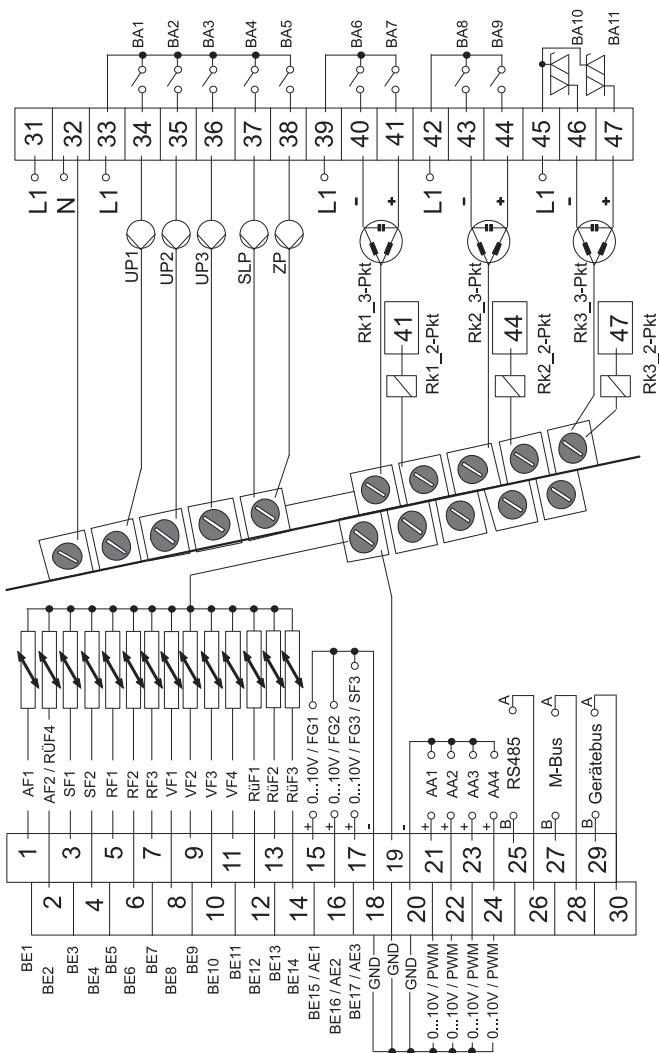

Bild 5-2: Elektrischer Anschluss des Heizungs- und Fernheizungsreglers EQJW246F003
- Elektrischen Anschluss nach Bild 5-2 vornehmen.
Legende zu Bild 5-2: